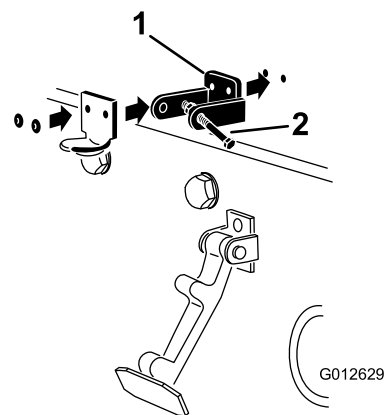

Рисунок 6
6. Приклепайте кронштейны и шайбы к капоту (**Рисунок 6**).